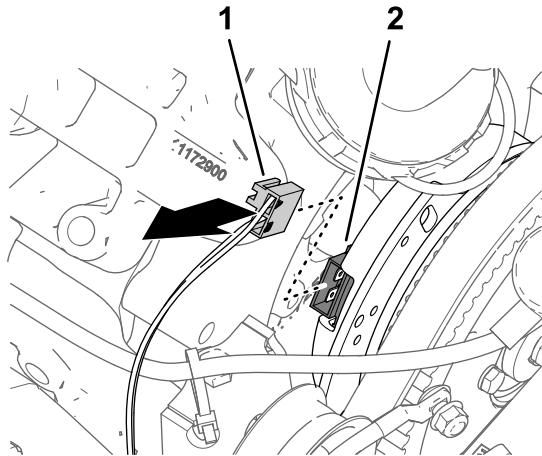

Рисунок 166
1. Отсоедините 2-гнездовой разъем жгута проводов машины (с маркировкой SPRAY PUMP COIL (ОБМОТКА НАСОСА ОПРЫСКИВАТЕЛЯ)) от 2-штыревого разъема генератора (Рисунок 166).